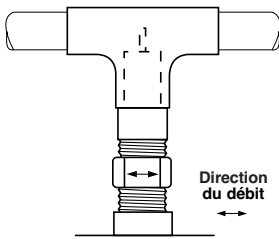
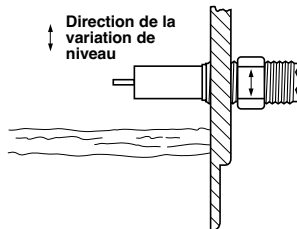

Figure 3a (débit)
Figure 3b (niveau)
3. S'assurer que le capteur est correctement orienté par rapport au débit (voir **figure 3a**) ou au niveau (voir **figure 3b**).